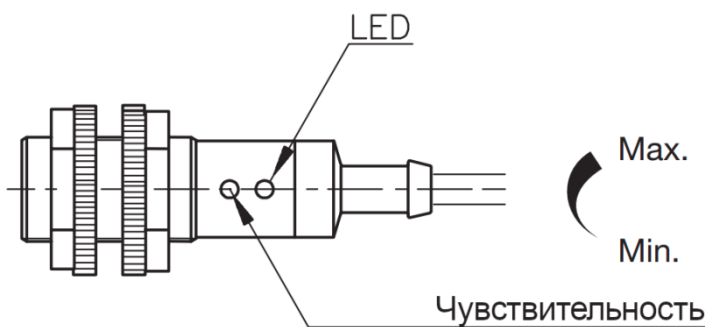

Рисунок 3.8
В сепараторе предусмотрено установку датчика уровня кормов (9), который отключает работу наклонного транспортера при переполнении приемника кормов. Датчик регулируется по высоте, а также регулируется его чувствительность (рис. 3.8), что обеспечивает оптимальное наполнение сепаратора.